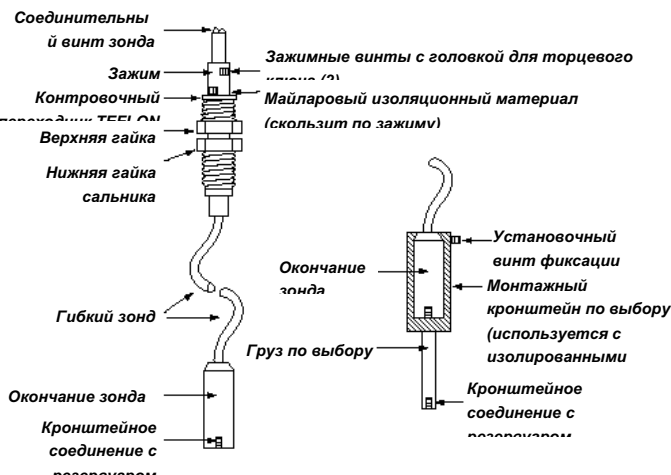

Рисунок 4
1. Выверните зонд из корпуса зонда. Удалите майларовый изоляционный материал, расположенный над зажимом. См **Рисунок 4**.
4. Прикрепите нижнюю часть зонда (или груз по выбору) к кронштейну резервуара, если таковой используется. См **Рисунок 4**.